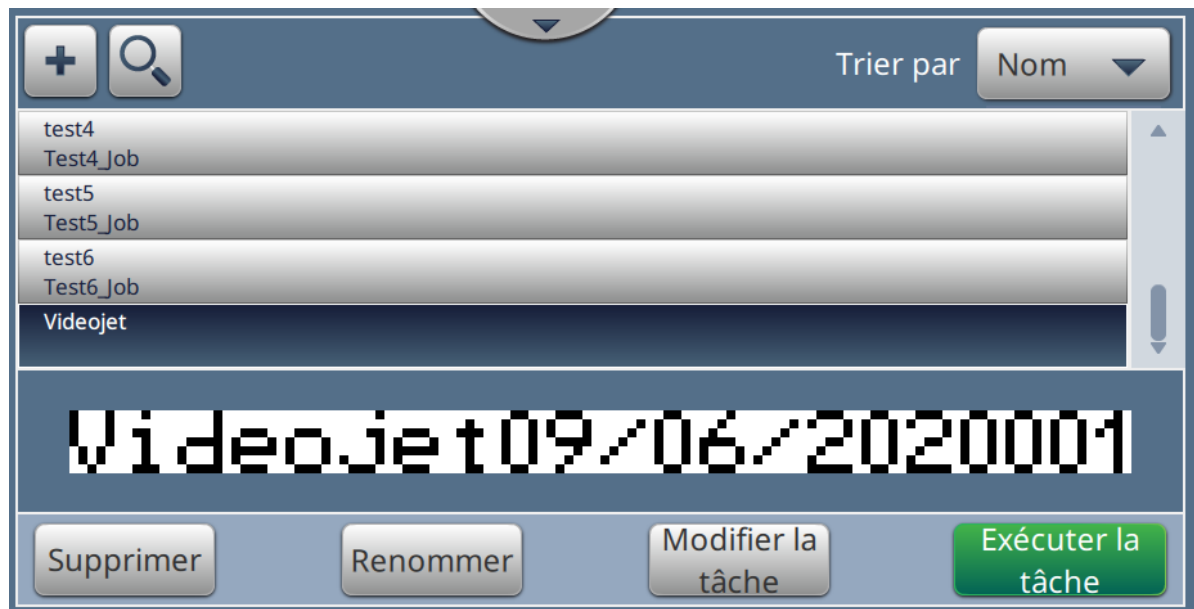

Figure 5-28 : Liste des tâches
32. La tâche « Videojet » est ajoutée à la liste des tâches, tel qu'illustré dans la Figure 5-28.